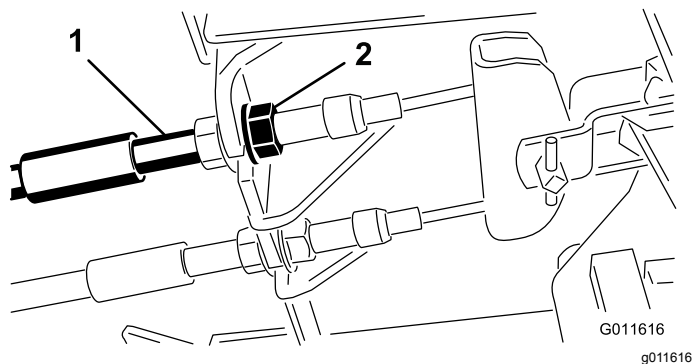

Figura 72
1. Para reduzir a folga dos pedais dos travões, aperte os travões desapertando a porca dianteira que se encontra na extremidade roscada do cabo dos travões (Figura 72).